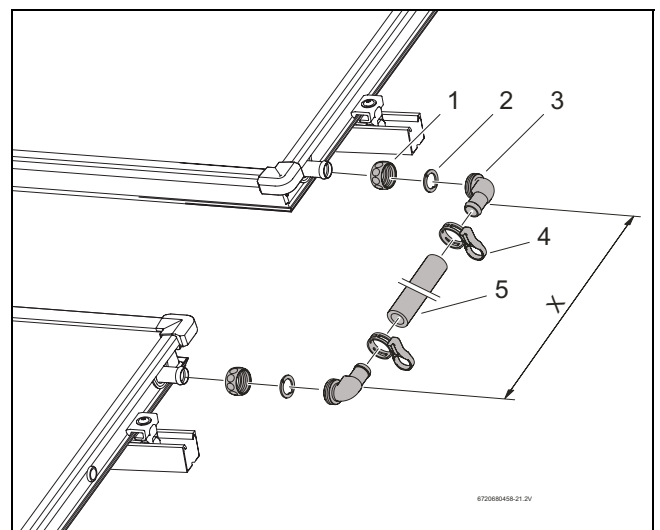

Fig. 58 Set de îmbinare între două serii de panouri
- ▶ Împingeți piulița oarbă (Fig. 58, [1]) peste piesele de îmbinare ale panourilor.
- ▶ Așezați discul de strângere (Fig. 58, [2]) în spatele bosajului piesei de îmbinare a panoului și presăți-l.
- ▶ Apăsăți ajutorul îndoit cu o-ring (Fig. 58, [3]) pe piesa de îmbinare, ajustați-l și înșurubați-l cu piulița oarbă.
- ▶ Măsurați distanța dintre ajutajele îndoite (distanța X) ale panourilor montate și secționați furtunul solar în mod corespunzător (Fig. 58, [5]).
- ▶ Împingeți furtunul solar pe ajutajele îndoite și fixați-l cu bride cu bandă elastică (Fig. 58, [4]).